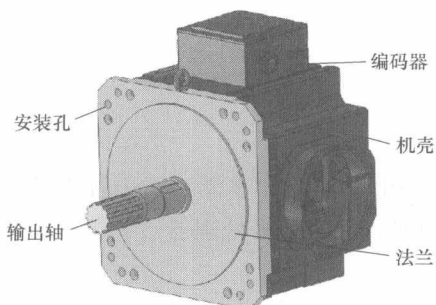

图 1-1 伺服电机各部分的名称
- 6) 不带减速机、制动器的伺服电机各部分的名称如图1-1所示。